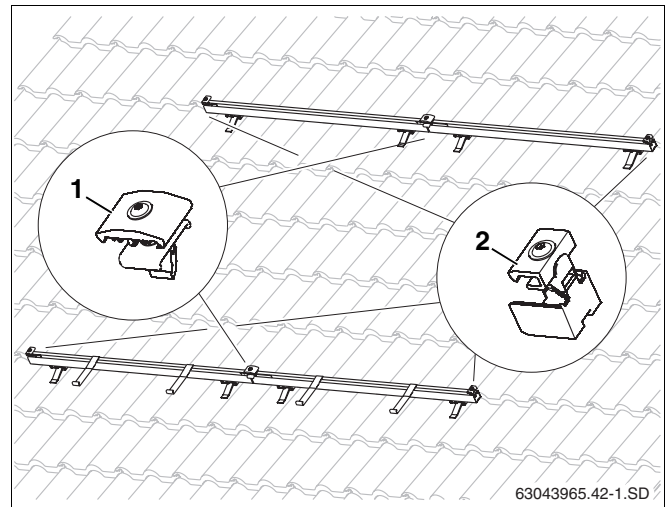

fig. 41 Elementos de fixação para o colector
As fixações dos colectores nos perfis são feitas com um tensor de colector unilateral (fig. 41, **item 2**) no princípio e no fim de uma fila de colectores e os tensores de colector bilaterais (fig. 41, **item 1**) entre os colectores.